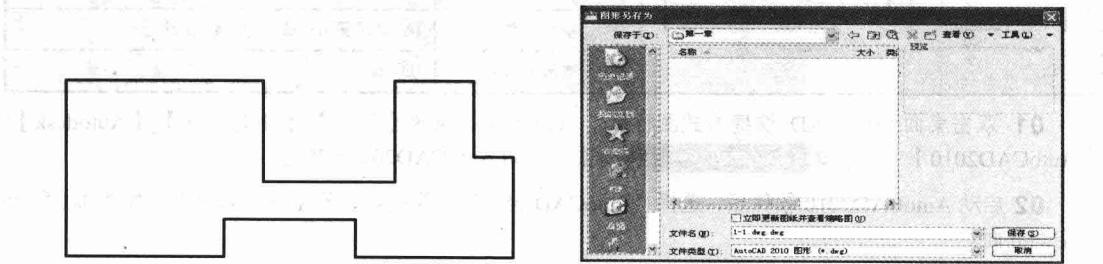

图 1-2 绘制的图形
指定下一点或 [闭合 (C) / 放弃 (U)]:c //闭合图形, 如图 1-2 所示